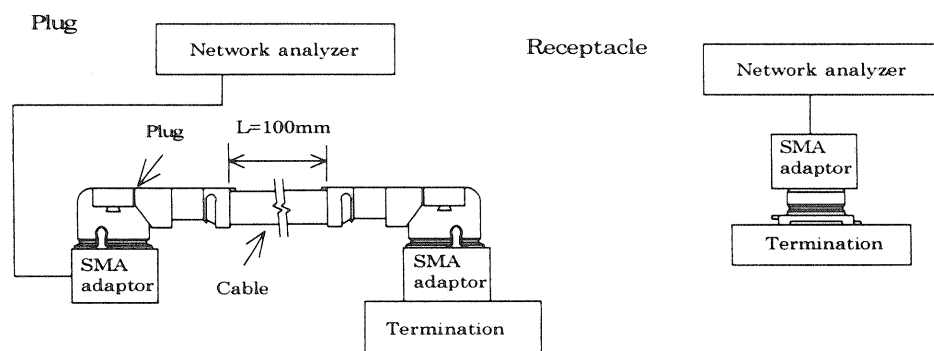

Fig.3
(3) Dielectric withstanding voltage / 耐電圧
(4) VSWR
A. Testing : Measure the VSWR as shown in Fig.3 by the network analyzer.
A.試験法: ネットワークアナライザにて Fig.3 のようにVSWRを測定する。